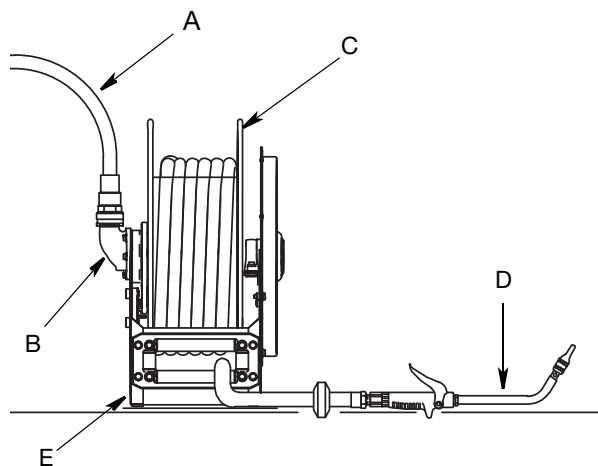
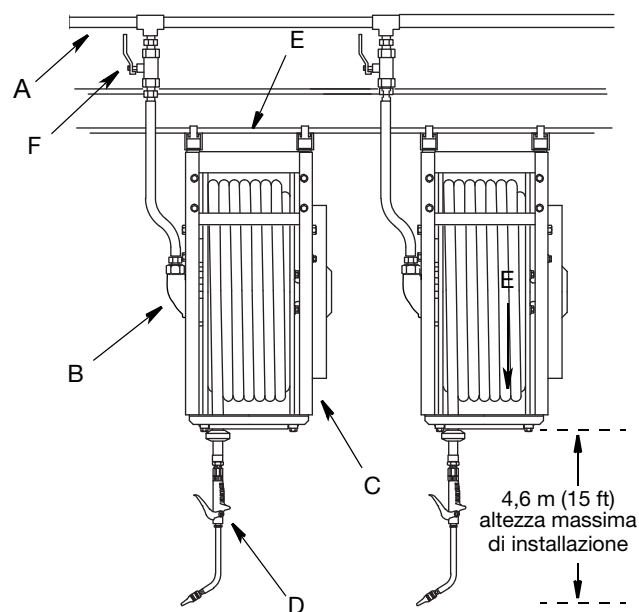

FIG. 3
FIG. 4
- XD40 - 4,6 m (15 ft), (vedere FIG. 4, pagina 11)
Le installazioni mostrate in FIG. 3 e in FIG. 4 sono soltanto una guida. Contattare il distributore Graco per l'assistenza tecnica per progettare un sistema adatto alle proprie necessità.